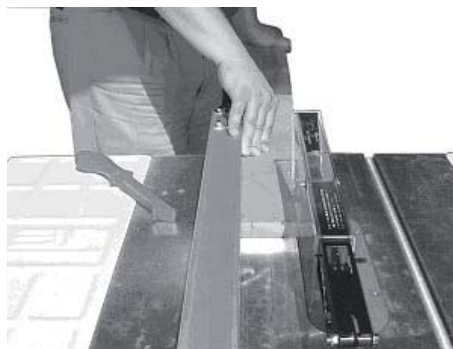

Рис. 28
- При поздовжньому розпилі заготовка подається поздовжнім напрямком до пиляльного диску, використовуючи спрямовуючу лінійку у якості паралелі та розташовуючи пристрій таким чином, аби переконатися у потрібній ширині заготовки (рис. 28).